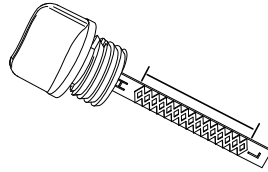

Figura 2-9. Rango de funcionamiento seguro
6. Consulte la **Figura 2-9**. Retire la varilla de nivel de aceite y verifique que el nivel de aceite se encuentre dentro del rango de funcionamiento seguro.